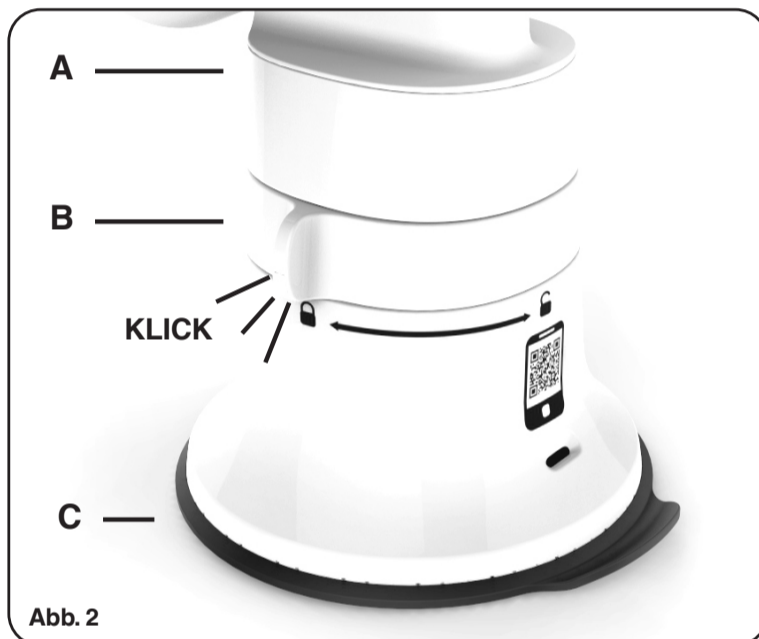

Abb. 2
3. Um den Saugfuß an der Arbeitsplatte und eines der oberen Teile am Saugfuß zu befestigen, drehen Sie die Saugfußverriegelung (B) auf die geschlossene Position, bis ein Klickgeräusch zu hören ist. Überprüfen Sie, dass alle Teile fest ineinander sitzen (Abb. 2).